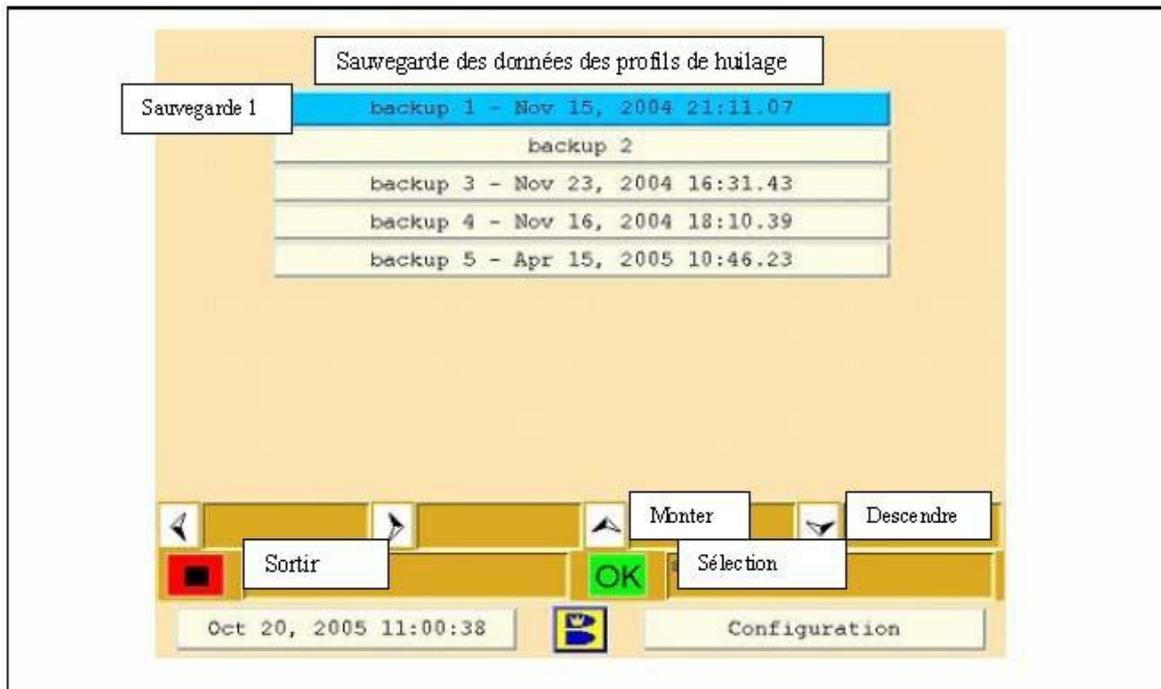

Figure 4-14. Sauvegarde des données des profils de huilage
- 3 Sélectionnez l'option que vous souhaitez réaliser en navigant avec les flèches Monter/Descendre et appuyez sur “OK”, l'écran suivant apparaîtra. Référez-vous à la Figure 4-14.